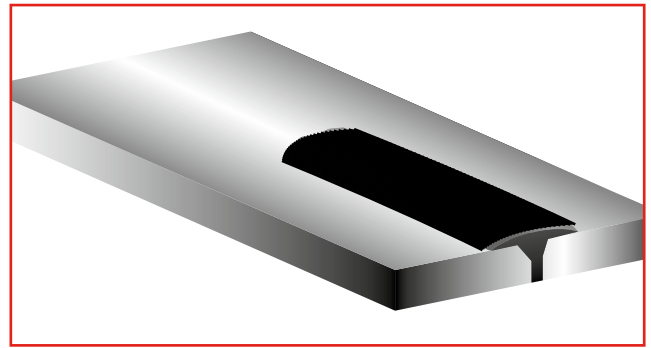

Figura 12. Refuerce la reparación colocando una malla sobre el epóxico.
**5. Use una malla reforzada**, como las de fibra de vidrio o de alambre, coloque una franja del material de refuerzo sobre la aplicación y júntela con el epóxico. (Vea la figura 12).